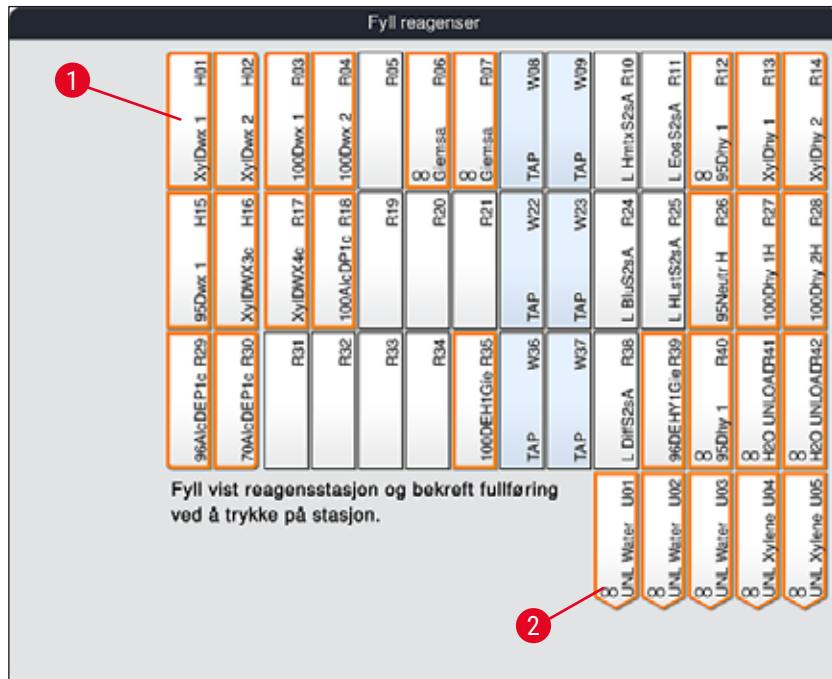

Fig. 56
2. I det nye vinduet **Fyll reagenser** (→ "Fig. 56") er stasjonene som skal fylles, merket med oransje (→ "Fig. 56-1").
Bare brukerdefinerte reagenser og reagenser som er lagt til Leica-fargeprogrammene vises med oransje markering (→ "Fig. 56"). Deretter skannes reagensene fra Leica-reagenssettet (→ S. 83 – **Fylle reagenser i Leica-reagenssettet**).